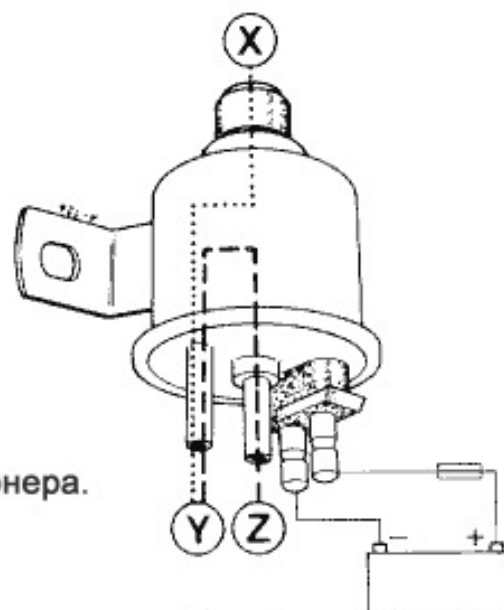

Рис. 6
- Надеть шланг (1) и проверить зазор (А).
- Если зазор (А) меньше требуемого, гайкой (2) откорректировать зазор (В), после снятия шланга (1).
6. ПРОВЕРКА ЭЛЕКТРОКЛАПАНА (Рис. 6) (только для автомобилей с АС)
без напряжения: проход "Y-Z". (Рис. 6)